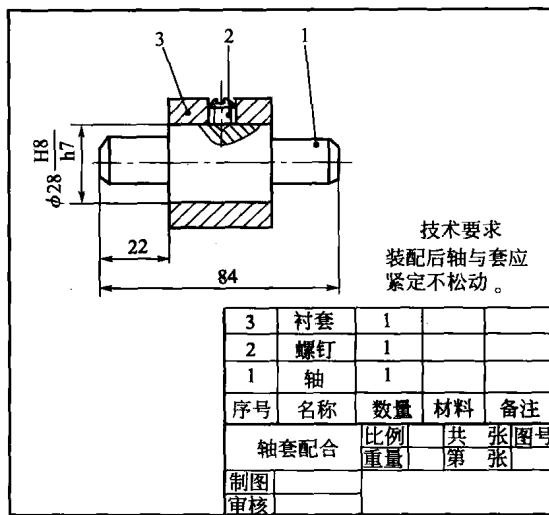

图 1-2 轴套配合的装配图
(2) 装配图 图 1-2 所示为轴和衬套的装配图。图上共有三个零件，一个衬套装在轴上，并用一颗螺钉把它们固定在一起。生产中实际使用的装配图更为复杂，要把几十个、几百个甚至上千个零件画在一幅图上，表示一台机器的组成。这种表达一个部件或一台机器的图样称为装配图。